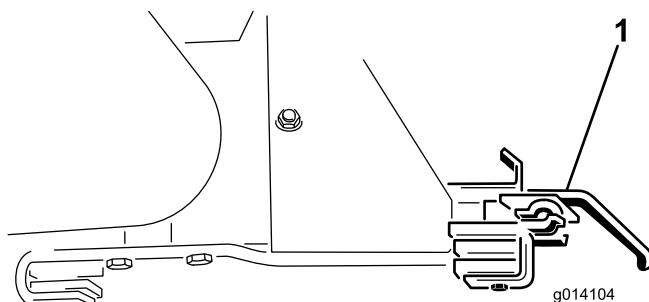

Figure 47
18. Déposez les deux supports de fixation de l'accessoire (Figure 47).